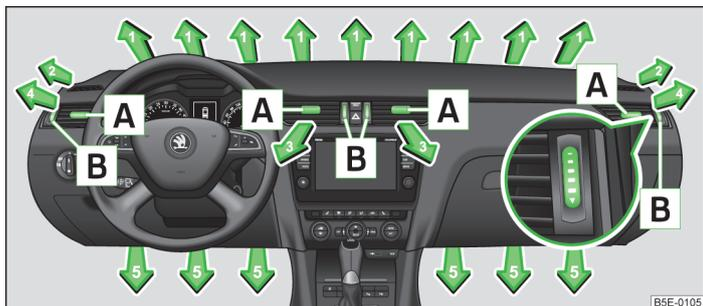
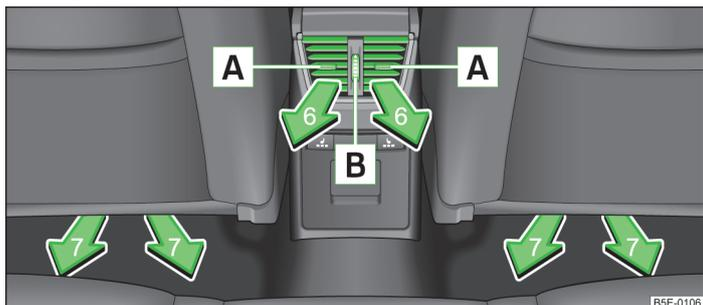

Fig. 105 Diffuseurs d'air avant
Fig. 106 Diffuseurs d'air arrière
De l'air chaud ou froid arrive par les diffuseurs d'air ouverts selon la position du régulateur du chauffage ou du climatiseur et selon les conditions climatiques. Les diffuseurs d'air 3, 4 fig. 105 et 6 fig. 106 offrent la possibilité de modifier la direction du débit de l'air et peuvent s'ouvrir et se fermer séparément.
- Pour modifier la hauteur du flux d'air, faites pivoter les lamelles horizontales à l'aide de l'élément de réglage coulissant **A** fig. 105 ou fig. 106 vers le haut ou vers le bas.
- Pour modifier la direction latérale du flux d'air, faites pivoter les lamelles verticales à l'aide de l'élément de réglage coulissant **A** fig. 105 ou fig. 106 vers la droite ou la gauche.
- Faites tourner la molette **B** fig. 105 ou fig. 106 vers le haut ou vers le bas.
Nous vous recommandons de laisser les diffuseurs d'air 3 » fig. 105 à la page 102 ouverts dans tous les modes de service.